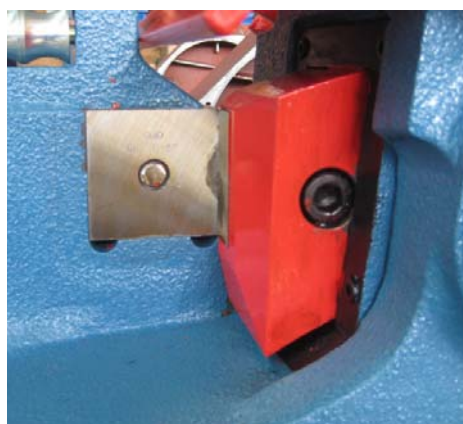

Fig. 7-7 Cuchillas enfrentadas
- Apretar el botón rojo y verde de forma alterna y soltar la Palanca para liberar el embrague. Seguir pulsando los botones para hacer avanzar la Cuchilla poco a poco hasta que las Cuchillas se enfrenten. (Ver Fig. 7-7).